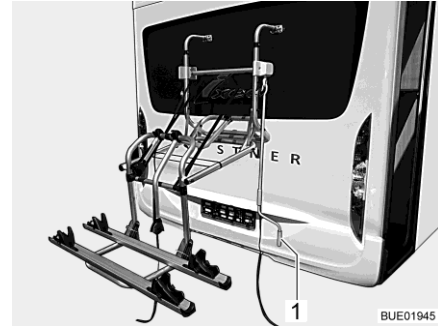

Fig. 5 Porte-vélos, abaissé
- Mettre en place la manivelle (Fig. 5,1) sur le porte-vélos et abaisser le porte-vélos à portée de main.